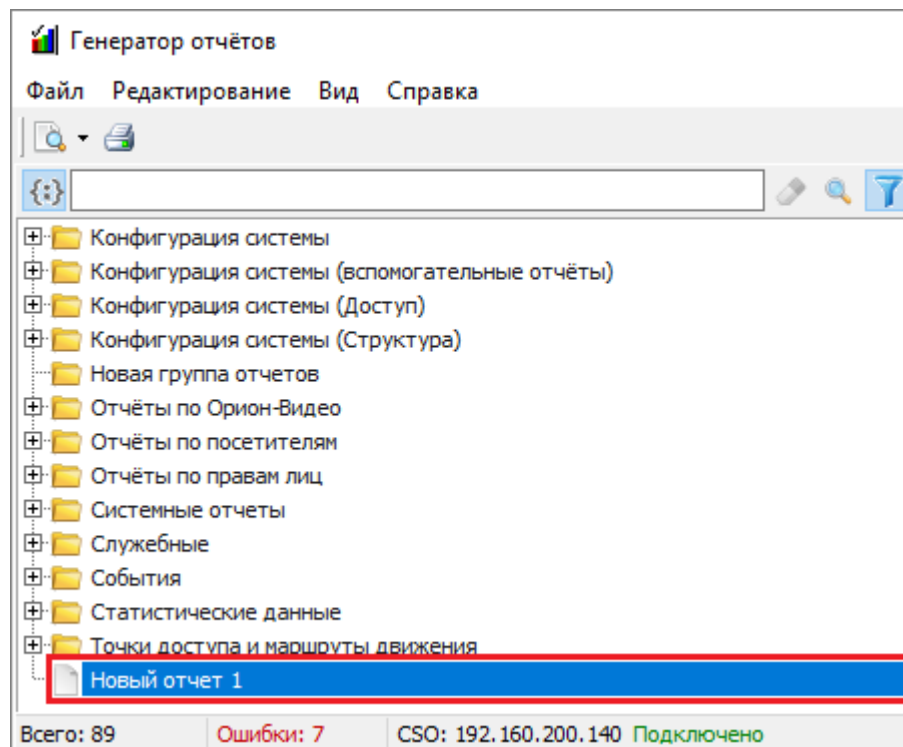

Рисунок 10-287 Отчет, добавленный в список отчетов
- в список отчетов будет добавлен отчет с наименованием, соответствующим наименованию выбранного макета (см. Рисунок 10-287);